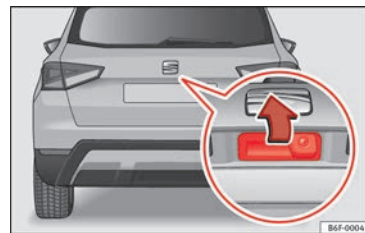

Fig. 6 Portón trasero: asidero
El funcionamiento del sistema de apertura del portón es eléctrico*. Se activa haciendo una ligera presión en el asidero » **fig. 6**.
- Abrir el portón trasero: haga una ligera presión en el asidero » fig. 6. Se abre automáticamente.